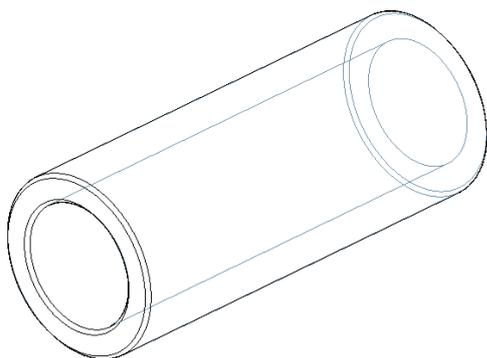

Рис. 13: Инструмент для контрколец
- 7) Инструмент для монтажных работ см. рис.13 и 14 с шестигранным болтом M10x20